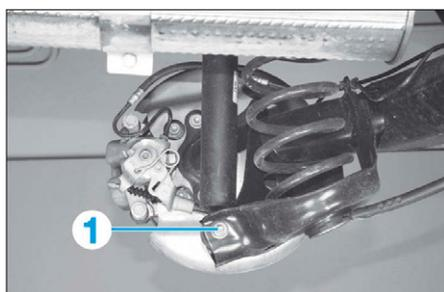

FIG. 48
- les vis inférieures d'amortisseurs arrière (1) (Fig.48),
- la vis de fixation inférieure d'amortisseur (1) (Fig.48),
- Déposer la vis de fixation inférieure (1) (Fig.48) d'amortisseur.